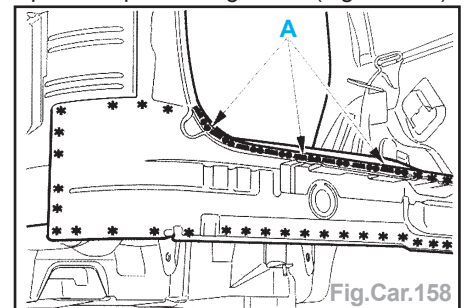

Fig.Car.158
- Découper le panneau AR par fraisage des points et par meulage en A (Fig.Car.158).